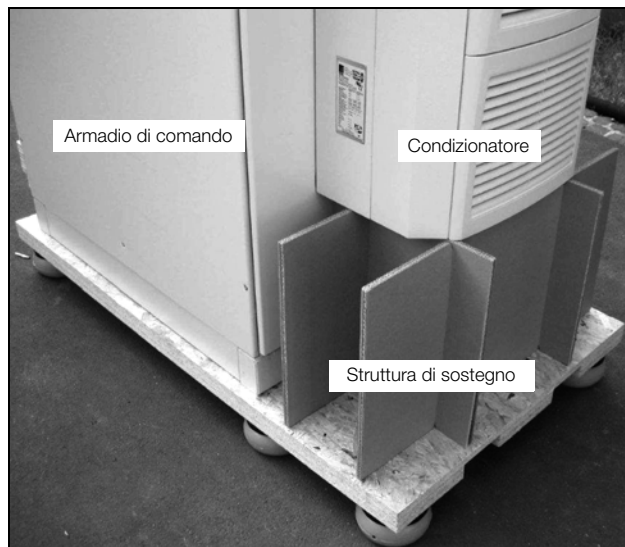

Fig. 1: Trasporto del gruppo armadio-condizionatore
- Durante il trasporto di apparecchi già montati (sull'armadio) occorre utilizzare le relative misure di sicurezza. A tal fine è idonea una struttura costituita ad es. da travi o assi in legno che sostengano il condizionatore ed evitino che l'apparecchiatura sprofondi in caso di urti (vedere fig. 1). Per ridurre le possibilità di ribaltamento, occorre scegliere un pallet sufficientemente ampio. Se il condizionatore è stato montato su una porta, questa deve rimanere chiusa durante il trasporto.